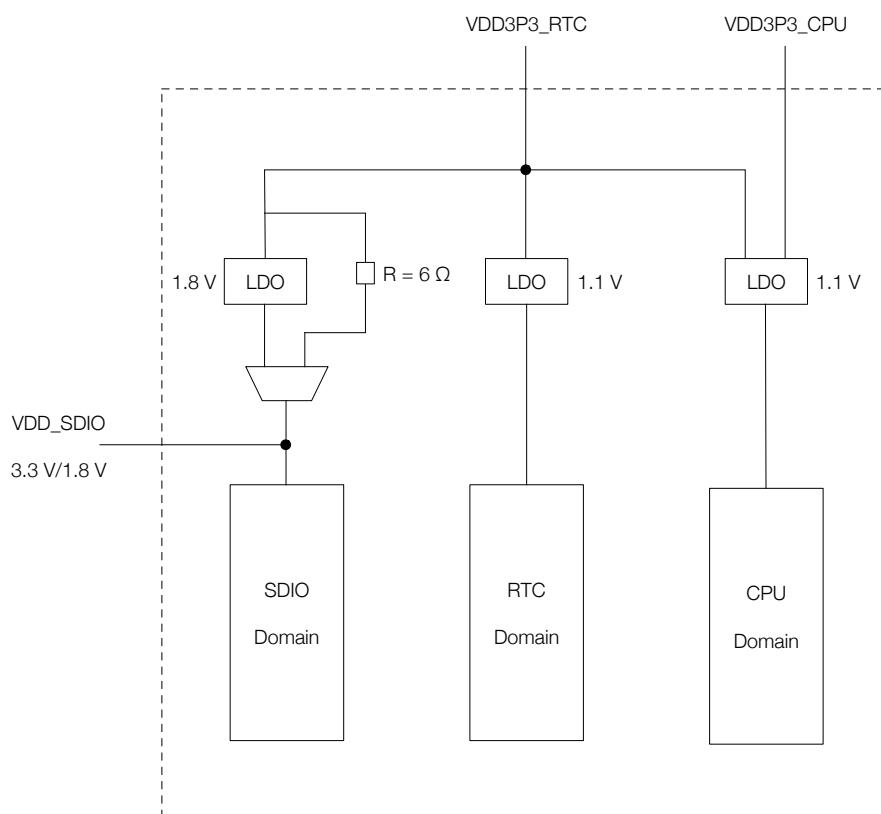

图 4: ESP32 数字电源管理
3. ESP32-U4WDH 内置的 flash 以及 ESP32-D0WDR2-V3 内置的 PSRAM 均运行在 3.3 V 电压下。此时，VDD_SDIO 会通过 $6\ \Omega$ 的电阻从 VDD3P3_RTC 取电。见图 4。